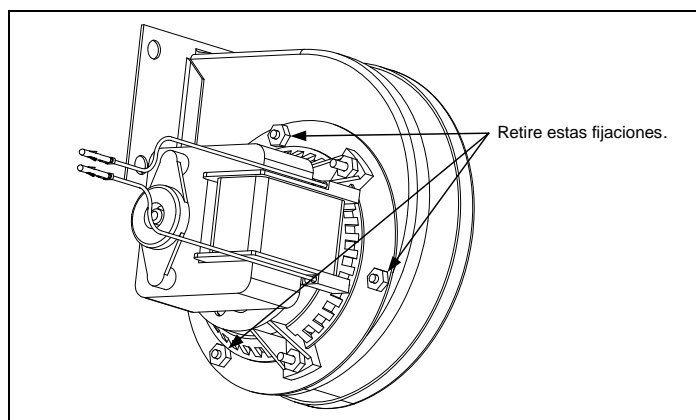

Figura 2
2. Retire las tres fijaciones que sujetan el conjunto del motor del soplador al alojamiento del soplador, y separe los dos componentes (ver Figura 2 en la página siguiente).